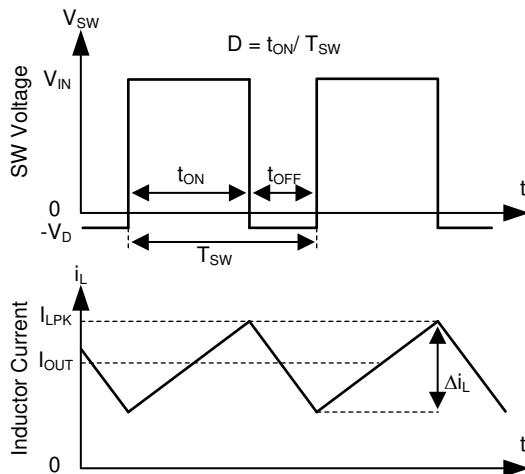

图 10-2. 连续导通模式 (CCM) 下的 SW 节点和电感器电流波形
TPS2585x-Q1 提供了一种紧凑型解决方案，可在宽输入电源电压范围内实现高达 6.6A 的连续输出电流以及出色的负载和线路调节。TPS2585x-Q1 以受控的占空比打开高侧 (HS) 和低侧 (LS) NMOS 开关，从而提供稳定的输出电压。在高侧开关导通时间内，SW 引脚电压最高摆动至约  $V_{IN}$ 。电感器电流  $i_L$  以线性斜率  $(V_{IN} - V_{OUT})/L$  增加。当 HS 开关由控制逻辑关闭时，LS 开关在抗击穿死区时间后打开。电感器电流通过 LS 开关以斜率  $-V_{OUT}/L$  放电。降压转换器的控制参数被定义为占空比  $D = t_{ON}/T_{SW}$ ，其中  $t_{ON}$  是高侧开关导通时间， $T_{SW}$  是开关周期，如图 10-2 所示。稳压器控制环路通过调整占空比 D 来维持恒定的输出电压。在可忽略损耗的理想降压转换器中，D 与输出电压成正比，与输入电压成反比： $D = V_{OUT}/V_{IN}$ 。